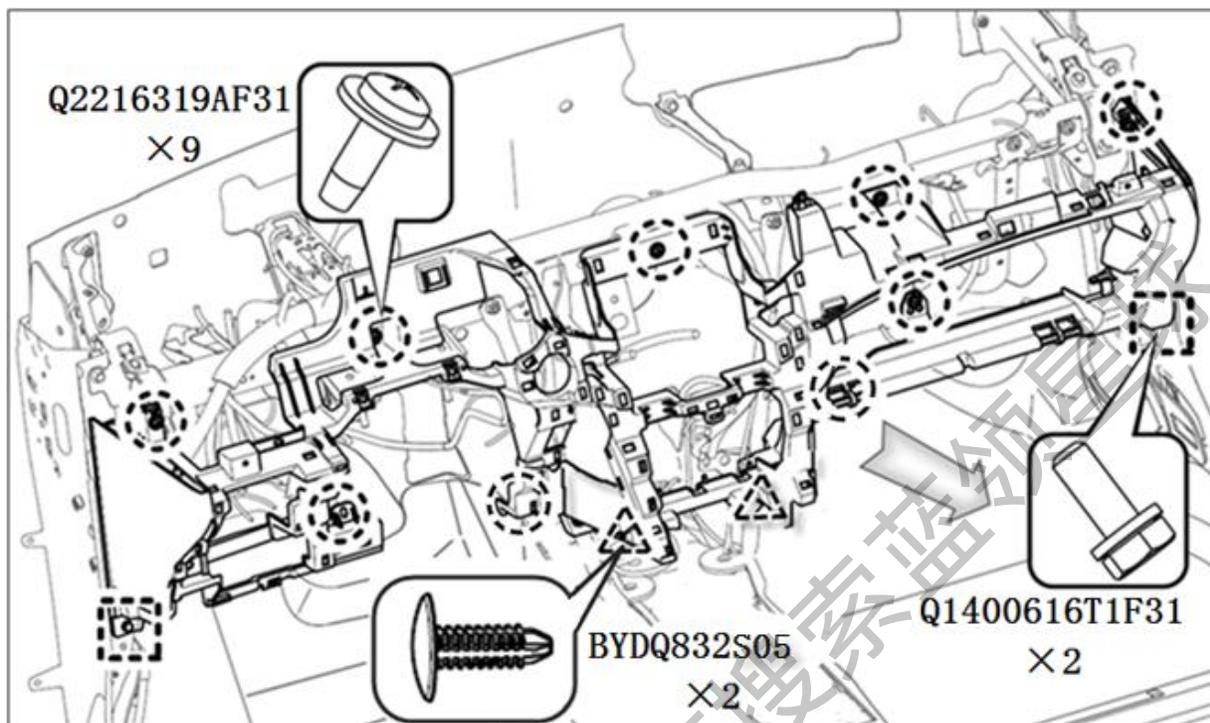

图 1.5.23 下本体总成
- (1) 拆卸前应先了解仪表板下本体结构及各紧固件位置(见图 1.5.23)
- (2) 用十字螺丝刀将九个十字槽盘头自攻螺钉(Q2216319AF31)拆卸下来,用六角套筒(10号)将两个六角头螺栓(Q1400616T1F31)拆卸下来,用一字螺丝刀将两个叶子片卡扣(BYDQ832S05)拆卸下来。
- (3) 确认与线束连接全部断开后,即可沿图 1.5.23 中的箭头方向将仪表板下本体拆分下来。